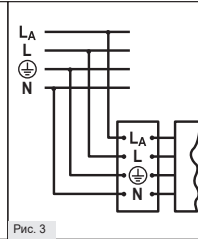

Рис. 3
1.5. Присоедините концы кабеля к позициям L_a, L, N, ⊕ в клеммной колодке (Рис. 3).